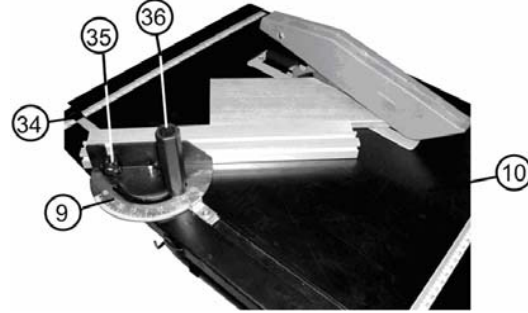

Рис.7
10.6.1. Установите упор для косоугольного и поперечного пиления (9) в паз (34) рабочего стола (10), Рис.7.
10.6.2. Ослабьте два винта (35), установите направляющую (8) в зависимости от высоты заготовки. Закрепите винты (35), Рис.7.
10.6.3. Поверните ручку (36) против часовой стрелки, ослабьте фиксацию упора для косоугольного и поперечного пиления (9). Поворотом упора для косоугольного и поперечного пиления (9) вокруг оси по шкале транспортира установите требуемый угол пиления. Поворотом ручки (36) по часовой стрелке зафиксируйте положение упора для косоугольного и поперечного пиления (9), Рис.7.
### 11.3. Комбинированное пиление (Рис.7,8,9)